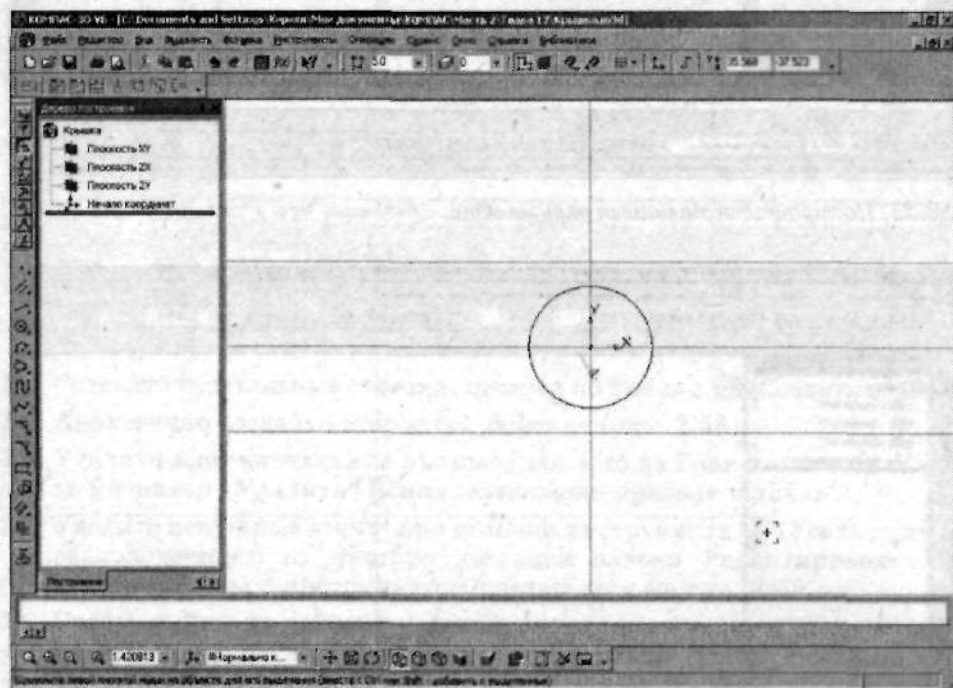

Рис. 2.54. Окружность построена
13. Чтобы создать окружность, щелкните по кнопке  (**Создать объект**), рис. 2.54.